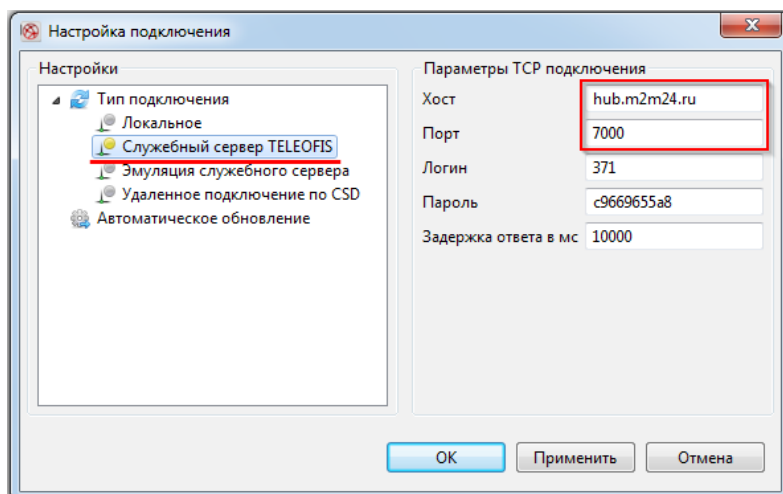

Рис. 24. Параметры подключения к «M2M24».
5. В окне «Настройка подключения» выберите тип подключения «**Служебный сервер TELEOFIS**» и задайте для него параметры TCP (Рис. 24):